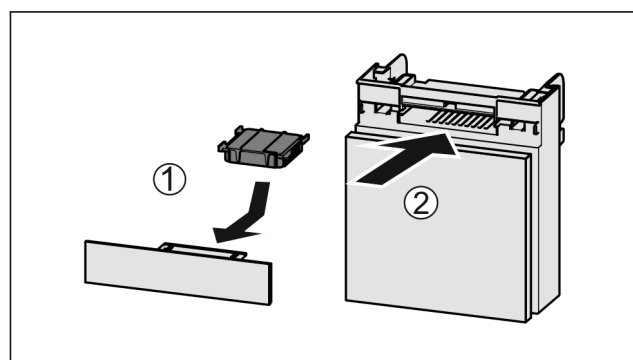

Fig. 148
- ▶ Sätt in Fig. 148 (1) aktivtkolfiltret enligt bilden.
- ▶ Skjut in Fig. 148 (2) lådan.